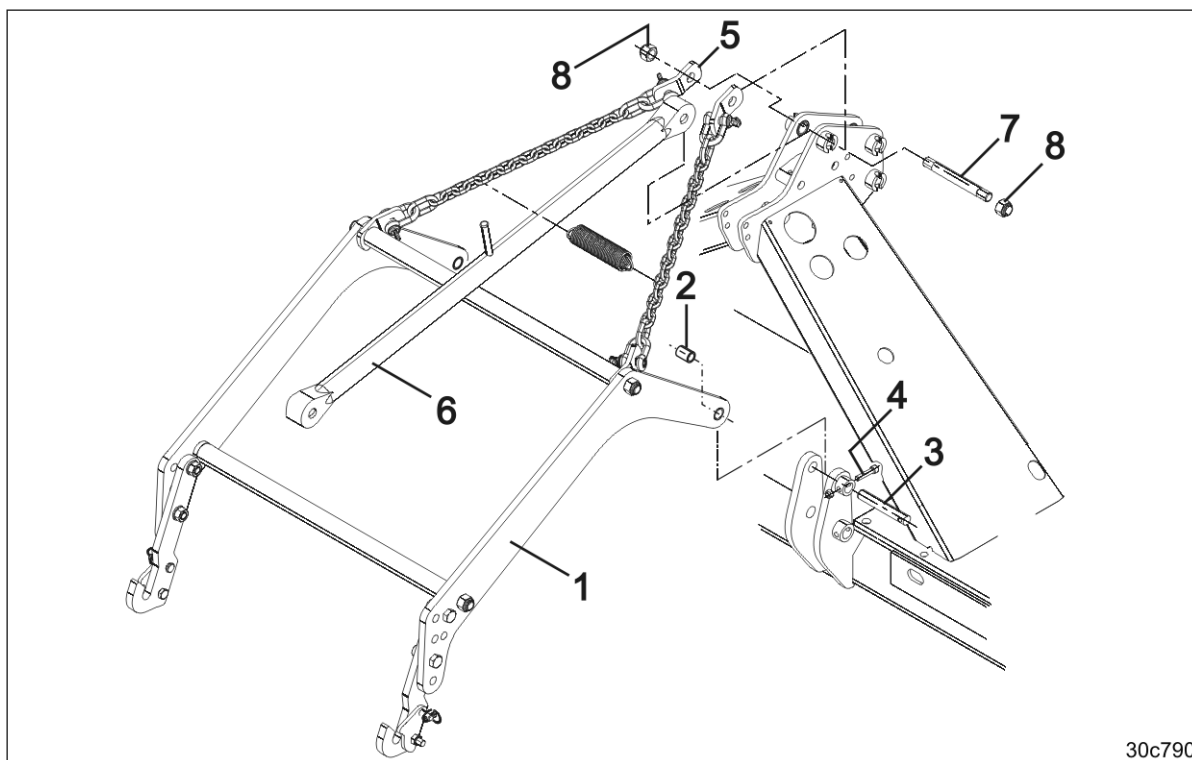

Fig. 44
1. Hægt koblingsbæarearmene (Fig. 44/1) op i en kran.
2. Foretag sikring af koblingsbæarearmene på jordbearbejdningsredskabet med to afstandsmuffer (Fig. 44/2) og to bolte (Fig. 44/3).
3. Foretag sikring af boltene med skruer (Fig. 44/4) og møtrikker.
4. Foretag sikring af laskerne (Fig. 44/5) til kæden og topstangen (Fig. 44/6) på jordbearbejdningsredskabet ved hjælp af en bolt (Fig. 44/7).
5. Fastgør boltene med to sikringsmøtrikker (Fig. 44/8).